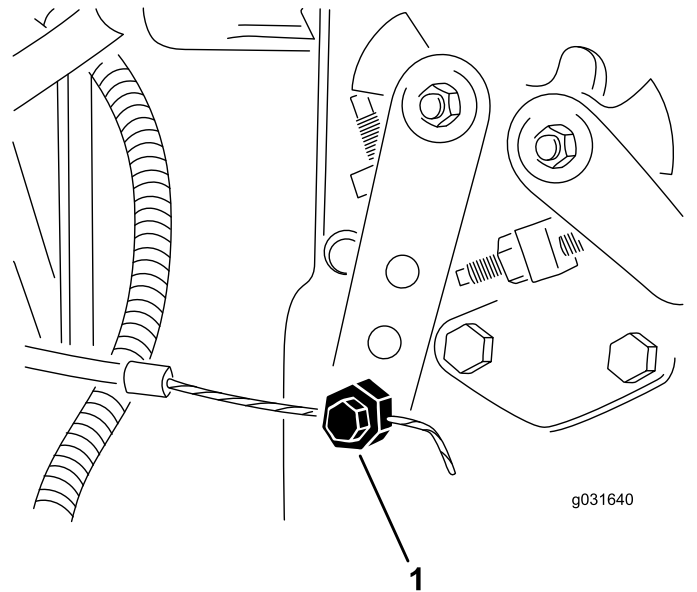

Figura 63
2. Desaperte o dispositivo de ligação do cabo do acelerador no braço da alavanca da bomba de injeção (Figura 63).